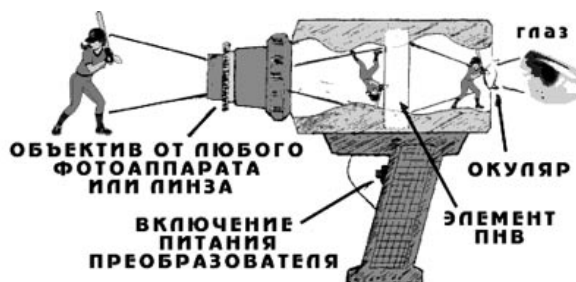

рис. 2
**Сборка.** Собирают схему генератора высокого напряжения и помещают все это в единый корпус. Он может быть любой формы, но рекомендуется все-таки предложенный разработчиком (рис. 2). Объектив может быть от любого фотоаппарата, желательно короткофокусный, например, от "ФЭД", "Смена-М". Окуляром может служить любая двояковыпуклая линза. После окончательной сборки проверяют все соединения на правильность подсоединения и прочность. При включении ПНВ должен тихо запищать трансформатор. При отсутствии изображения изменяют частоту генератора или уровень напряжения. Устанавливают максимальную чувствительность.